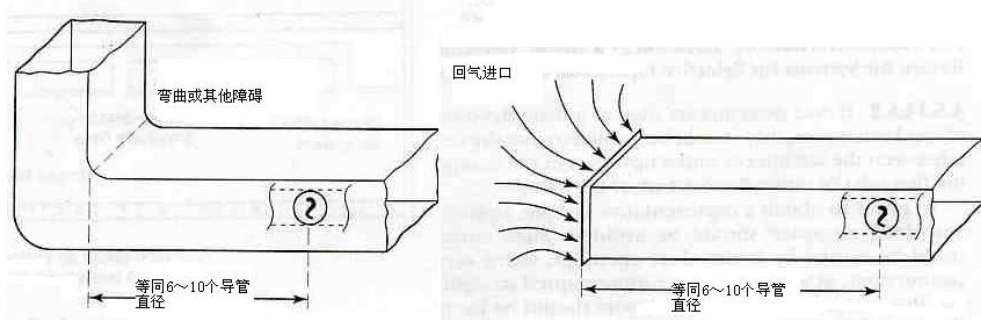

图 4-1 探测器安装位置示意
- 4.3.3 风管感烟火灾探测器的安装位置应在新风口、回风口、支管连接处、导流板、急弯或气流层化作用区下游 $6\sim 10$ 个风管管宽处，如图 4-1，或者保证采样管中动压管和静压管的压差在制造商规定的范围内，否则应重新定位风管感烟火灾探测器的位置。